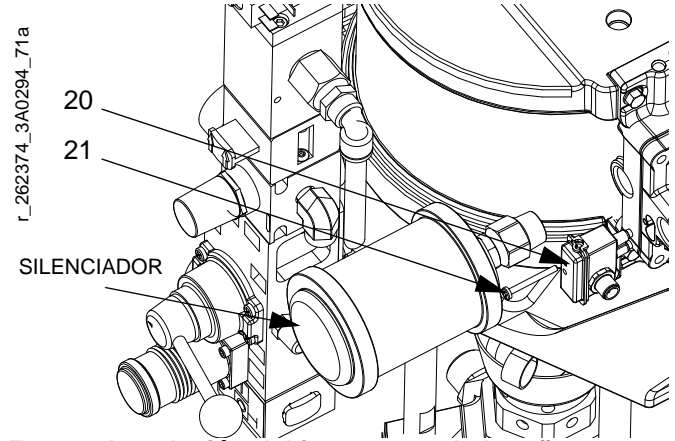

FIG. 41: Instalación del interruptor de lengüeta
9. Instale el conjunto del interruptor de lengüeta (20).
- b. Ajuste el accesorio de aire para hacer espacio para el interruptor de lengüeta (20).
- c. Instale el interruptor de lengüeta (20) en la válvula de aire como se muestra en la FIG. 41 y ajuste con el tornillo (21).